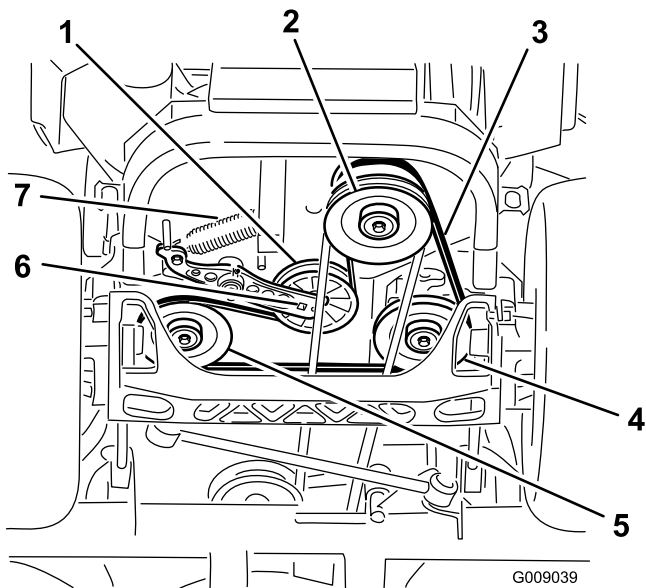

Figure 83
- Soulevez la machine sur des chandelles (Figure 83).
5. Insérez un rochet dans le trou carré du bras de la poulie de tension pour détacher le ressort de la poulie de tension (Figure 83).
6. Décrochez le ressort de tension du cadre (Figure 83).
9. Insérez un rochet dans le trou carré du bras de la poulie de tension pour installer le ressort de la poulie de tension sur le cadre (Figure 83).